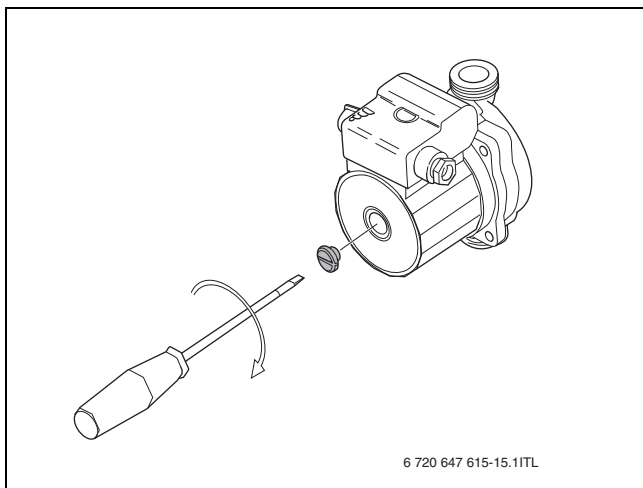

Рис. 5 Удаление воздуха из насоса отопительного контура
- ▶ Выпустите воздух из котла (→ рис. 5 и 6).
- ▶ Удалите воздух из насоса отопительного контура через воздуховыпускной винт и заполните насос водой (→ рис. 5).